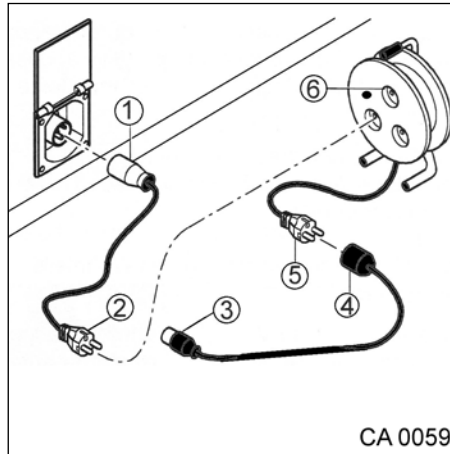

Fig. 42 Raccord de câble
un raccord CEE (Fig. 42, pos. 1) avec contact de protection et fiche (Fig. 42, pos. 2) avec contact de protection.
prise électrique (Fig. 42, pos. 6) avec contact de protection et fiche (Fig. 42, pos. 5) avec contact de protection.
un raccord (Fig. 42, pos. 4) avec contact de protection et fiche CEE (Fig. 42, pos. 3) avec contact de protection.
3. Enfiler le raccord CEE (Fig. 42, pos. 1).
4. Enficher le raccord (Fig. 42, pos. 3) sur le dispositif d'alimentation électrique de l'emplacement.